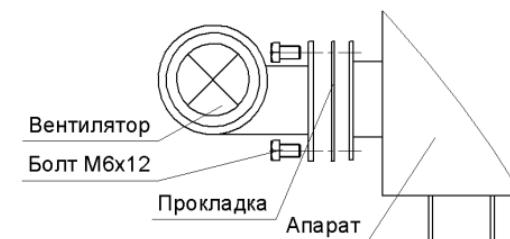

Рис.3 Монтаж вентилятора
2.2.2.1.5 Перед встановленням апарату на підлогу положити металевий лист згідно рис. 3.